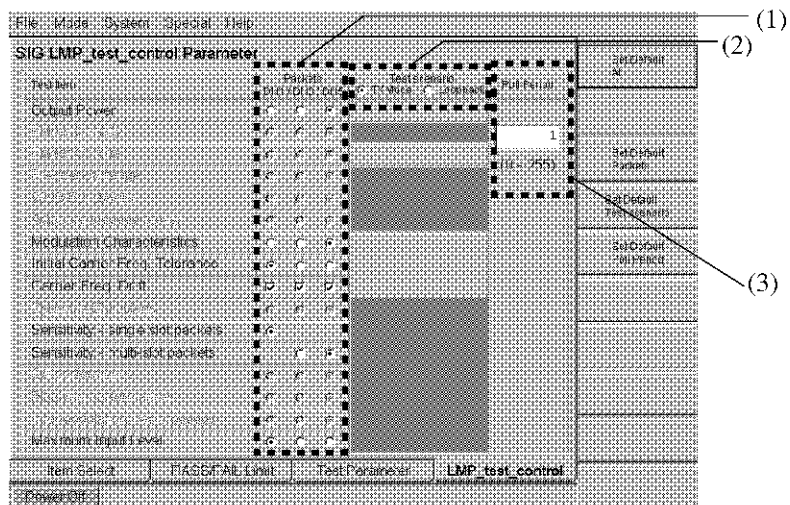

図 2-41 LMP_test_control の設定
IUT の送信パケット・タイプ、DH1, DH3, DH5 のいずれかを選択して測定します。ただし、Carrier Frequency Drift の試験では測定したい Packet をすべて選択して測定することが可能です（図 2-41 (1) 参照）。
送信機試験時の RF の通信状態を設定します（図 2-41 (2) 参照）。